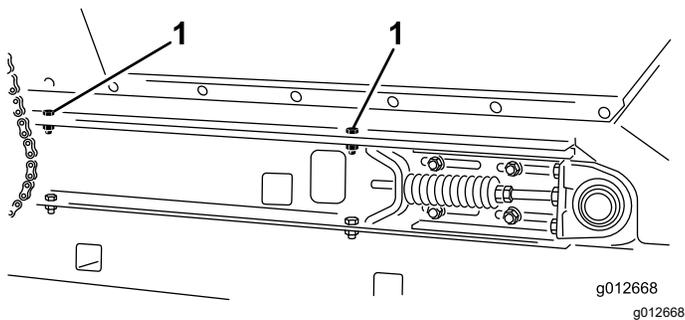

Figura 31
2. Em cada lado da máquina, remova os dois parafusos, duas anilhas e duas porcas de bloqueio que prendem a tremonha às calhas da estrutura de deslizamento (Figura 31).